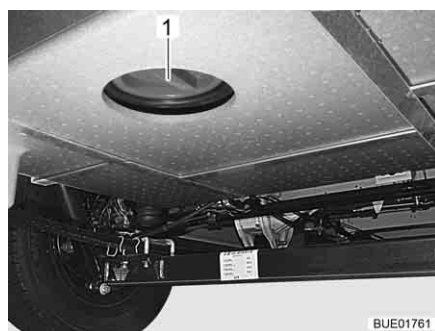

Fig. 264 Ouverture de nettoyage du réservoir d'eaux usées
- Ouvrir l'ouverture de nettoyage (Fig. 264, 1) du réservoir d'eaux usées et le robinet de vidange.